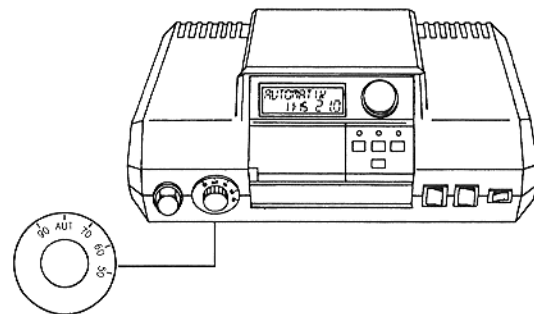

Abb. 3
5. Reglerknopf abziehen (Abb. 3).